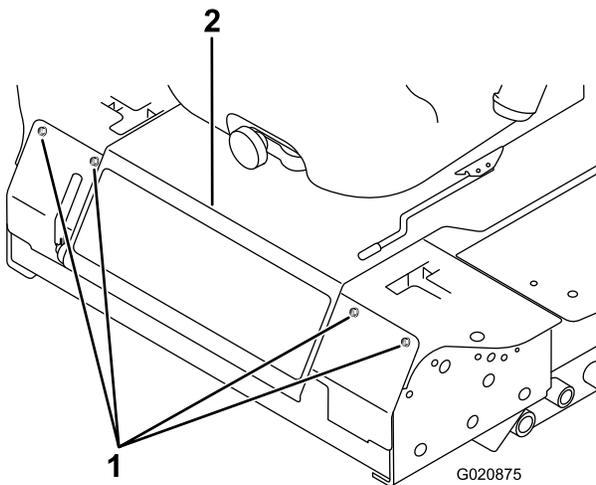

Figura 54
3. Retire os parafusos que fixam o painel dianteiro e retire o painel (Figura 54).